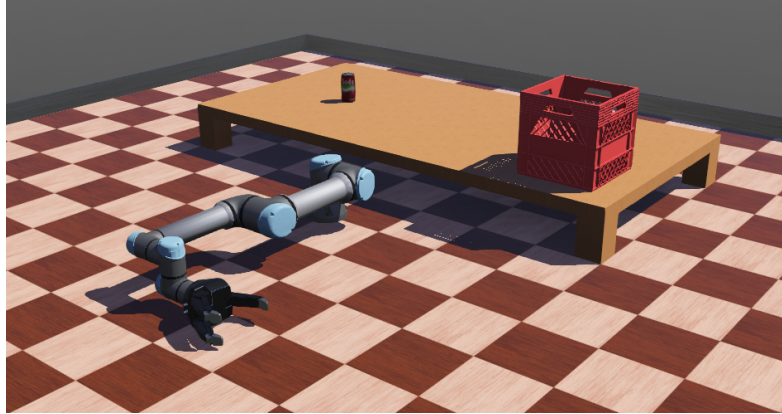
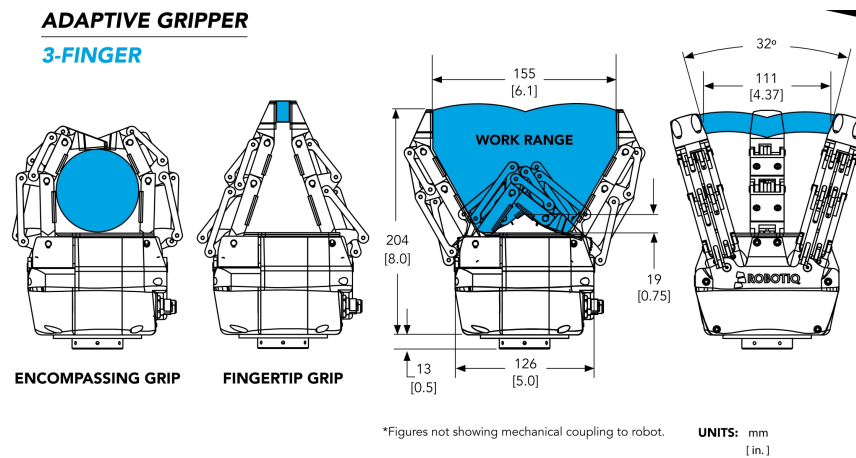

Figura 1: Mundo de Webots suministrado.
Figura 2: Dimensiones del gripper Robotiq de 3 dedos.
1. Descargue de Canvas el archivo `mt3005lab8.zip` y extraiga sus contenidos dentro de una carpeta en una ubicación de su preferencia. Dentro de esta carpeta se encuentra un directorio de proyecto de Webots, el cual contiene un archivo de mundo con: un robot UR5, un gripper (como el que se muestra en la Figura 2), una mesa, un objeto a manipular y un lugar en donde almacenarlo, como se muestra en la Figura 1. Adicionalmente, dentro de la carpeta de controladores se encuentra el código base para controlar al robot dentro de Webots en `ur5trajctrl`, al igual que se incluyen las siguientes rutinas auxiliares: